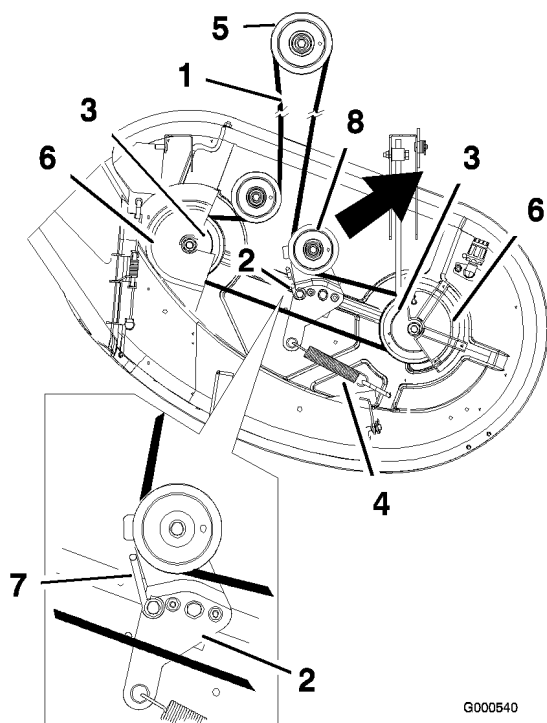

Bild 49
4. Nehmen Sie die Riemenabdeckung über die äußeren Spindeln ab und lösen Sie die Riemenführung (Bild 49).
5. Ziehen Sie die Spannscheibe in die in Bild 49 angegebene Richtung und rollen den Riemen von den Scheiben ab.
6. Legen Sie den neuen Riemen um die Motor- und Mähwerkspannscheiben (Bild 49).
7. Ziehen Sie die Spannscheibe in die in Bild 49 angegebene Richtung und verlegen den Riemen um die andere Spannscheibe (Bild 49).
8. Drehen Sie die Riemenführung auf dem Spannarm zur Riemenscheibe, bis sie stoppt (Bild 49).
9. Ziehen Sie die Riemenführungsschraube fest (Bild 49).